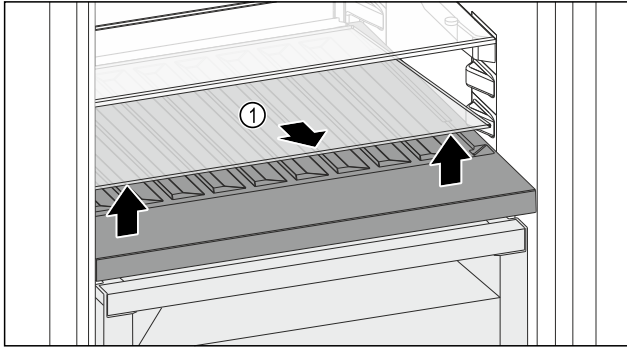

Fig. 147
- Soulever la plaque de verre Fig. 147 (1) au niveau de l'évidement avant et la retirer.
- Entreposer la plaque de verre Fig. 147 (1) dans un endroit sûr hors de l'appareil.
- Insérer la plaque de verre (2) sous le compartiment à bouteilles amovible.